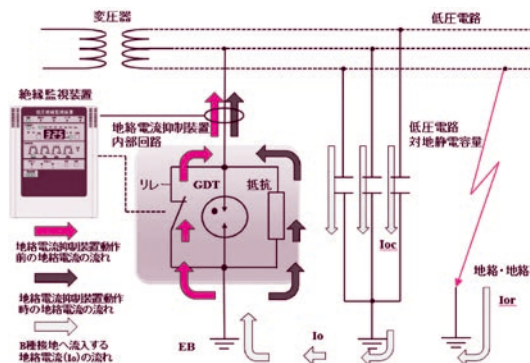

図1 地絡電流抑制動作概要
- ①絶縁監視装置と地絡電流抑制装置で構成されており、いずれも自家用電気工作物の高圧受電設備内に設置して使用する。
- ②絶縁監視装置がB種接地線と低圧電路の地絡事故点の(Io、lor、loc)を検知し、地絡電流抑制装置を動作させることで、B種接地(EB)が高抵抗接地状態になり地絡電流が抑制される。地絡電流を抑制させる動作を図1に示す。
- ③高抵抗接地状態になった後も低圧電路の対地静電容量(Co)と地絡事故点に流れる電流(Io、lor、loc)を絶縁監視装置が計測し、常時把握する。また高抵抗接地状態中でも、